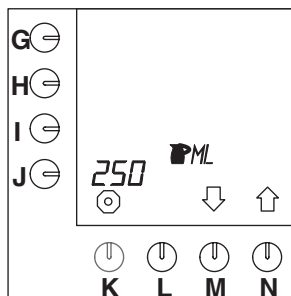

Fig. 26 Inhoud kan
- Druk op selectietoets (N.)↑ tot fig. 26 in het display verschijnt.